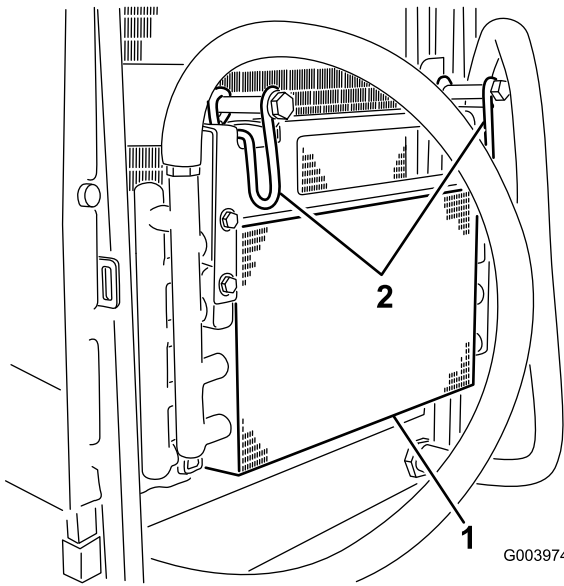

Figura 95
7. Gire los 2 cierres del enfriador de aceite hacia dentro e incline el enfriador de aceite (Figura 95).